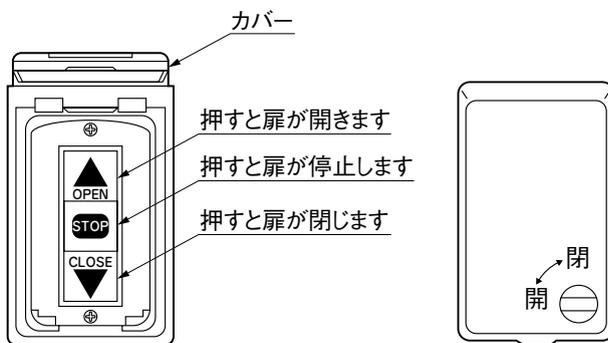

図10-3 外部押ボタンスイッチ
- 外部押ボタンスイッチのカバーには保安のために簡易錠が付いています。コイン等で表示の方向へツマミを回転させますと、カバーは開錠、施錠します。（図10-3参照）